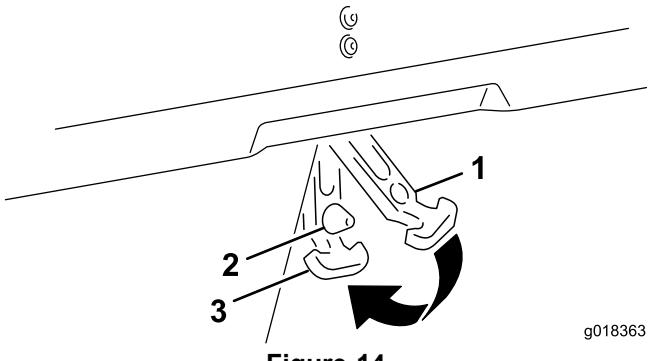

Figure 14
- Alignez le trou du verrou de couvercle en caoutchouc sur la tige de couvercle (Figure 14).
- Faites passer le verrou de couvercle par dessus l'extrémité de la tige de couvercle, comme montré à la Figure 14.